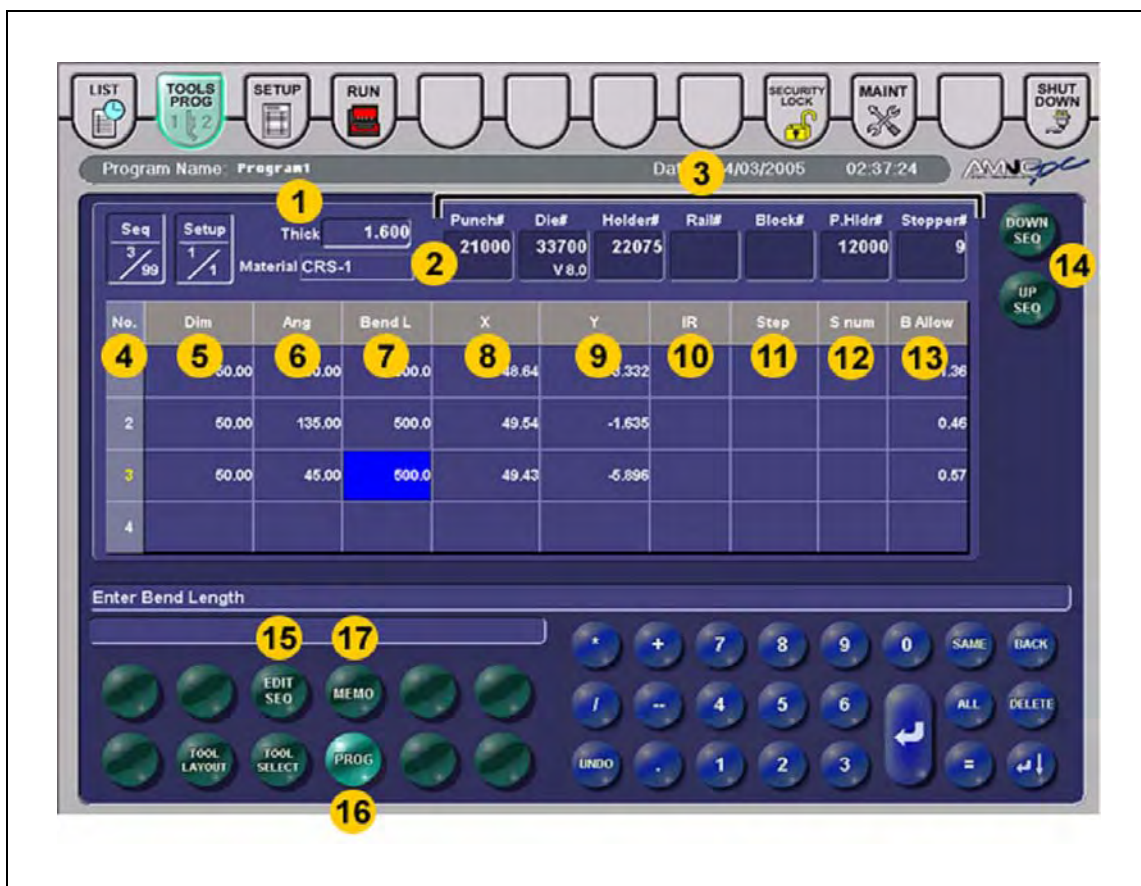

Abb. 6-59 „PROG“-Display (ANGLE- und DIRECT-Modus)
2 Auswahlfeld „MATERIAL“ (Material) (Abb. 6-59, Seite 6-91)
3 Werkzeugnummer-Anzeigefelder (Abb. 6-59, Seite 6-91)
4 Spalte „NO.“ (laufende Nummer) (Abb. 6-59, Seite 6-91)
5 Spalte „Dim“ (Schenkellänge) (Abb. 6-59, Seite 6-91)
6. Spalte „Ang“ (Abkantwinkel) (Abb. 6-59, Seite 6-91)
7. Spalte „Bend L“ (Abkantlänge) (Abb. 6-59, Seite 6-91)
8. Spalte „X“ (X-Wert) (Abb. 6-59, Seite 6-91)
9. Spalte „Y“ (Y-Wert) (Abb. 6-59, Seite 6-91)
10. Spalte „IR“ (Innenradius) (Abb. 6-59, Seite 6-91)
11. Spalte „Step“ (Steigung) (Abb. 6-59, Seite 6-91)
12. Spalte „S num“ (Anzahl der Abkantschritte) (Abb. 6-59, Seite 6-91)
13. Spalte „B Allow“ (Abkanttoleranz) (Abb. 6-59, Seite 6-91)
14 Bedienfelder „SEQ UP“ und „SEQ DOWN“ (Schritt vor / zurück) (Abb. 6-59, Seite 6-91)
15 Bedienfeld „EDIT SEQ“ (Abkantschritte bearbeiten) (Abb. 6-59, Seite 6-91)
16 Bedienfeld „PROG“ (Abb. 6-59, Seite 6-91)
17 Bedienfeld „MEMO“ (Notiz) (Abb. 6-59, Seite 6-91)